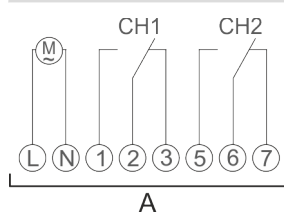

Fig. 5: Esquema de ligação
3. Ligar a extensão de canal de acordo com o esquema de ligação (Fig. 5).